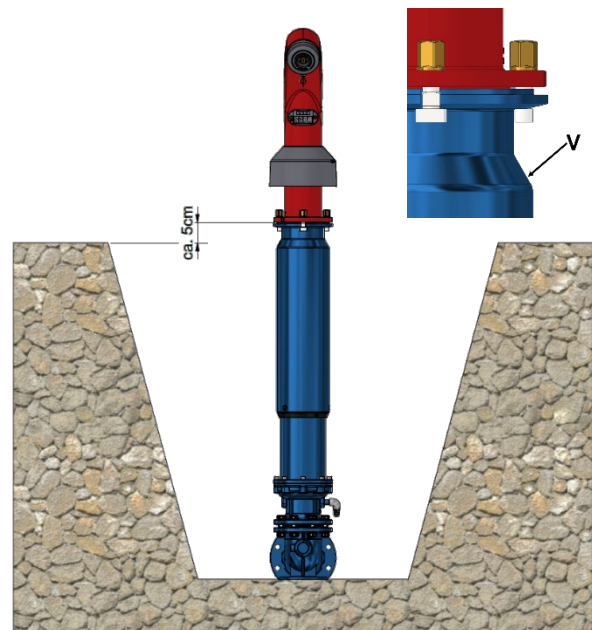

Bild 1
Beim Verlängern ist darauf zu achten, dass die Verjüngung (V) (Bild 1) unter dem Anschlussflansch frei liegt.